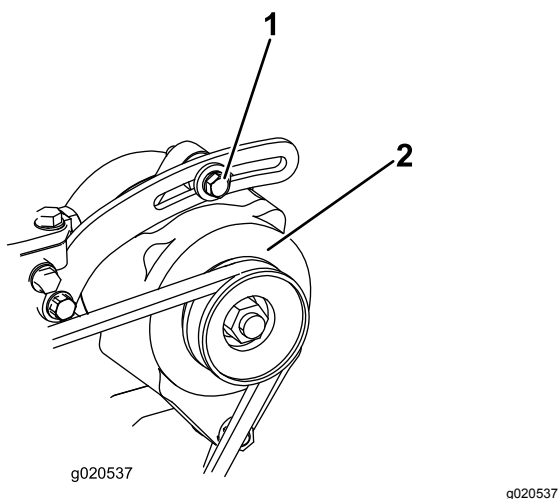

Figura 87
1. Se l'inflessione non è di 10 mm, allentate i bulloni di fissaggio dell'alternatore (Figura 87).